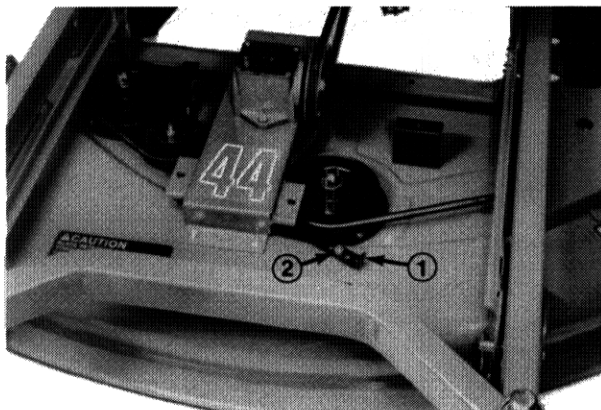

Fig 11
2. Fjern møtrikken, der fastholder fjederankeret på skruen i huset (Fig. 11). Løft ankeret fra skruen og træk for at øge remspændingen. Den korrekte remspænding opnås, når der påføres 135–162 Nm kraft på fjederen.